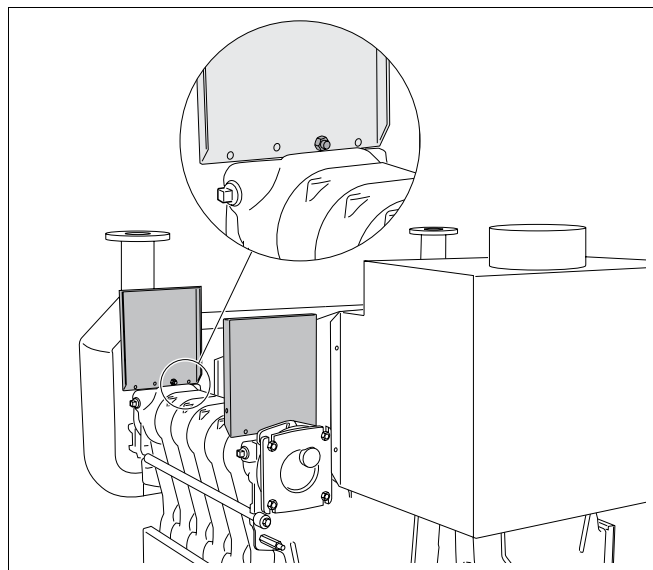

Рис. 44 Установка кронштейнов
- Закрепить четыре кронштейна на конечных секциях обоих котельных блоков, каждый одним болтом М8 х 35 и гайкой с напрессованной шайбой. Открытая сторона кронштейнов должна быть направлена внутрь. Кронштейны снаружи должны выступать (рис. 44).